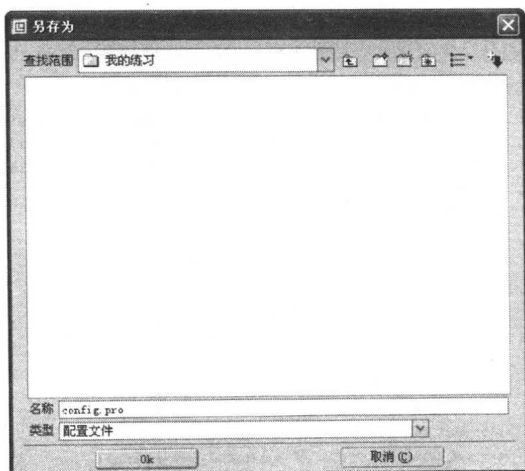

图1-10
4. 单击【选项】对话框中的  按钮存盘，弹出【另存为】对话框，如图 1-10 所示。